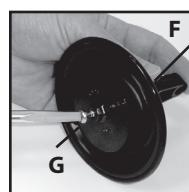

Figure 4
5. Pour remplacer la membrane, retirez la vis de retenue de la bielle (G) du piston et du levier (F). Remplacez la membrane et réassemblez (Voir figure 4).